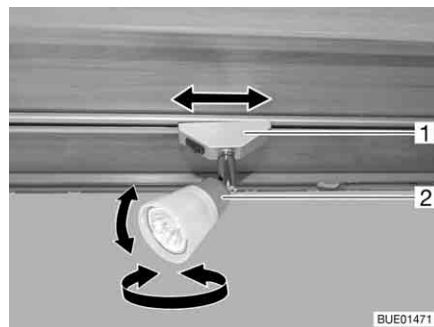

Bild 65 Spotleuchte
**Drehen:** ■ Gehäuse (Bild 65,2) fassen und drehen.
- Halterung (Bild 65,1) fassen und um ca. 45° drehen.
- Halterung (Bild 65,1) fassen und um 90° drehen.